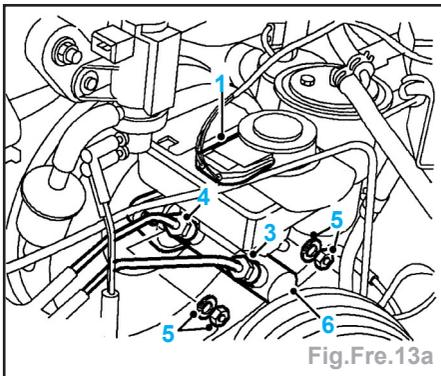

Fig.Fre.13a
- Débrancher la fiche multibroches du contacteur de niveau de liquide (1) (Fig.Fre.13a).